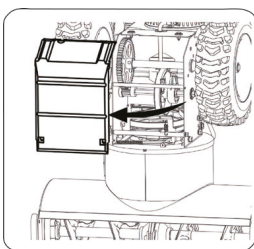

Рис.2
2. Осторожно переверните снегоборщик вверх так, чтобы он опирался на корпус шнека (Рис. 2).
2. Осторожно переверните снегоуборщик так, чтобы он опирался на корпус шнека. Снимите крышку рамы с нижней стороны снегоуборщика, открутив четыре самореза, которыми она крепится (Рис. 2).